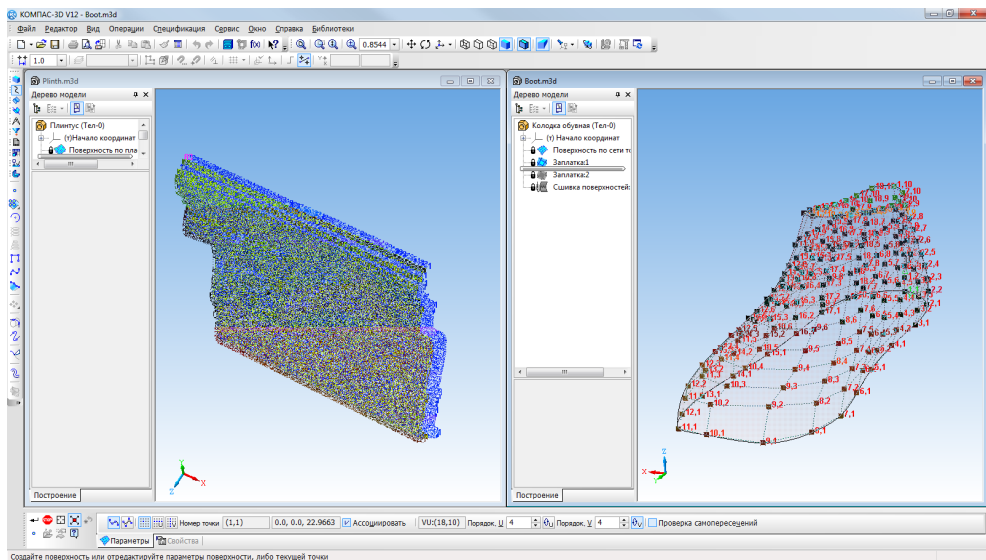

Рис. 13.23. Поверхности по точкам
Пример поверхности, созданной по сети точек, показан на рис. 13.23 (справа).
**Поверхность по пласту точек.** Команда позволяет построить поверхностную модель по пространственным точкам, которые представляют неупорядоченный массив. Такой массив можно загрузить из текстового файла или из файла электронных таблиц. Сначала КОМПАС анализирует координаты точек массива и на их основе выстраивает **Сеть точек**, а затем автоматически строится поверхность по получившейся сети. Пример поверхности, созданной по пласту точек, также показан на рис. 13.23 (слева).